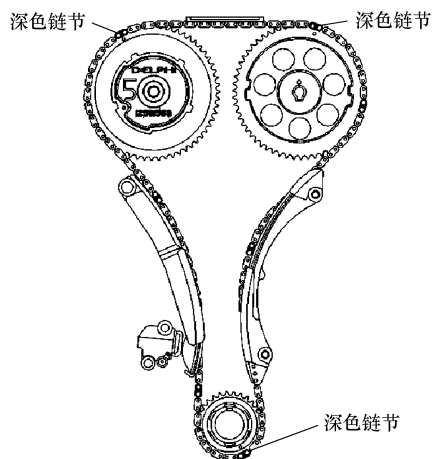

图 17-12 深色链节对齐正时标记
14) 确保正时链条上的深色链节必须与各个链轮上的正时标记对齐, 见图 17-12。